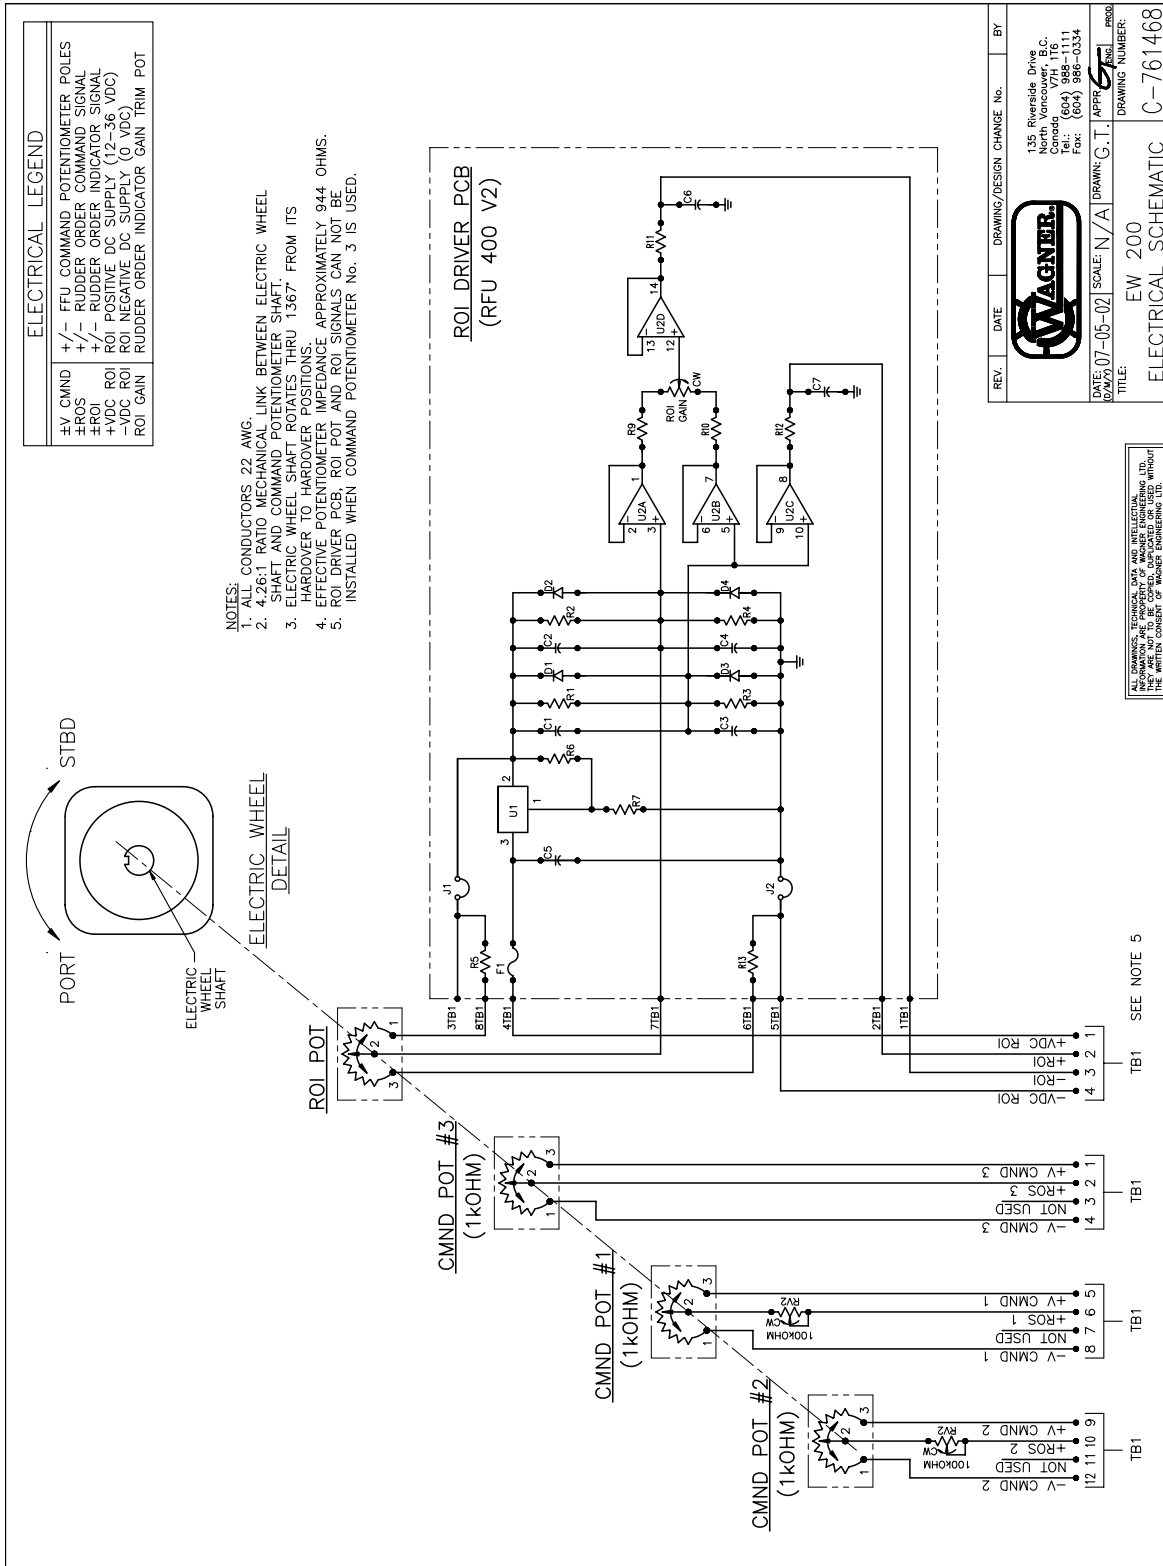

Figure 5 – EW 200 Electrical Schematic
- f) Refer to Figure 5 EW 200 Electrical Schematic for wiring the EW.